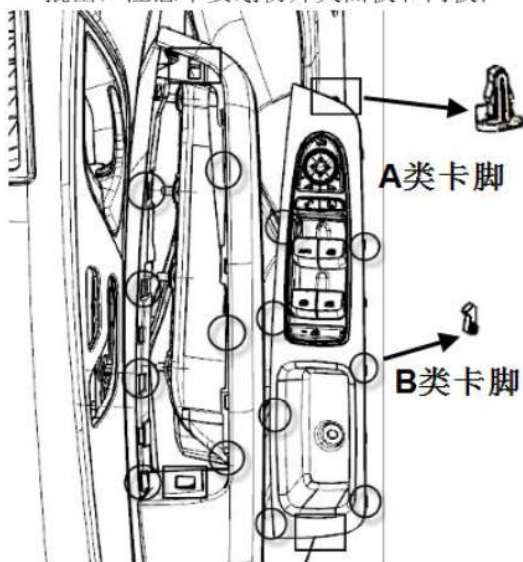

图1-42 开关面板拆卸示意图
(4) 用十字螺丝刀松开图1-42示的2个螺钉(Q2734216F31A)，随后拆卸下无电模块、12V电源及USB模块等的线束端子，沿图示箭头1方向把副仪表板退出（至少需将插脚完全退出），然后沿图示箭头2方向旋转，绕过换挡机构与手刹总成即可取出副仪表，完成拆卸。